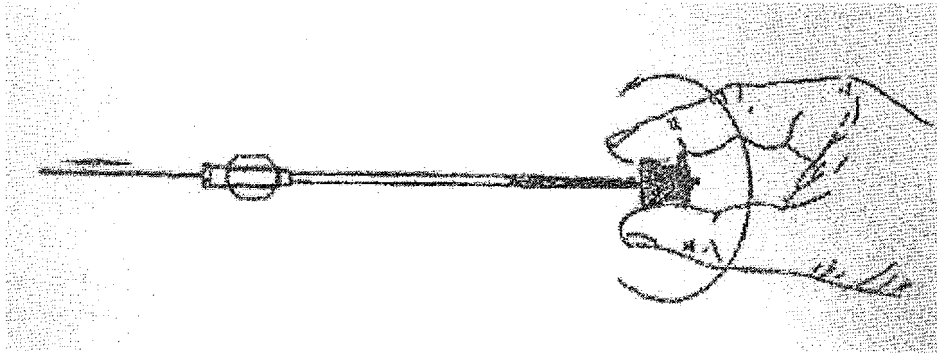

Рис.3
6. Подсоедините окклюдер к катетеру-толкателю, поверните по часовой стрелке на 3-4 оборота и вставьте в короткую проводящую капсулу, см. рис. 3.